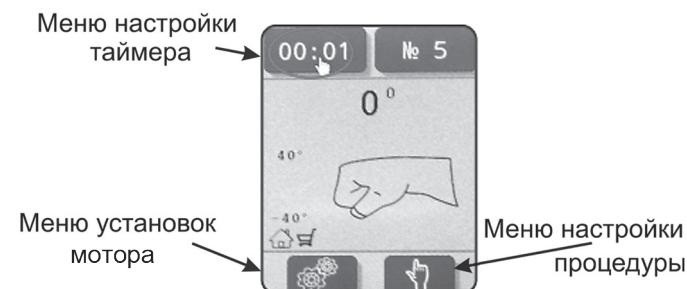

Рисунок 5.4 – Дисплей режима готовности
5.2 Дисплей режима готовности (см. рис. 5.4):
1. Подключите вилку сетевого кабеля (7) в розетку переменного тока 220В 50Гц с заземляющим контактом.
2. Включите Аппарат с помощью выключателя «СЕТЬ» (6). После включения Аппарата слышен звуковой сигнал, на дисплее появляется логотип производителя.
3. По окончании загрузки на дисплее отображается дисплей режима готовности (см. рис. 5.4).
После однократного нажатия любой кнопки Аппарат перейдет в режим «Пауза», о чем сообщает мигающая в зоне В пульта управления иконка . В данном режиме дисплей переходит в состояние и выбор меню (см. рис. 5.4): иконки панели становятся активными и появляется возможность оперативно изменить (корректировать) режим работы аппарата.